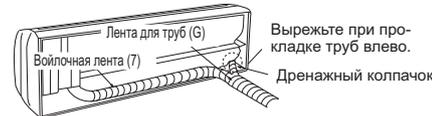

Рис. 4
- 4) Развальцовка (Рис. 4, 5). Полностью соблюдайте размеры медной трубы, указанные в таблице. Выберите А мм из таблицы в соответствии с используемым инструментом.
- 5) Полностью вставьте дренажный шланг в дренажный поддон сзади справа внутреннего прибора. (Рис. 4)
- 6) Вставьте дренажный шланг во втулку для стенового отверстия (С), затем зацепите верхнюю часть внутреннего прибора за крючки на установочной пластине (1). После этого полностью сдвиньте внутренний прибор влево, чтобы упростить вставку трубопроводов в задней части прибора.